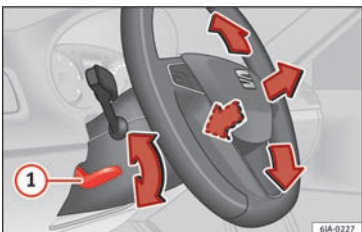

Fig. 14
Indstilling af rat: Træk armen » Fig. 14 ① nedad, indstil rattet i den ønskede position, og skub armen opad igen, indtil den når sin låseposition.